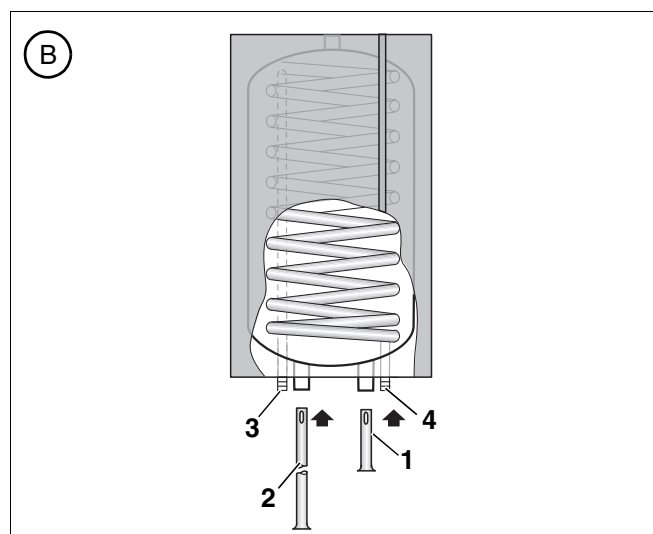

Fig. 8 Monter le tube d'immersion (raccord en bas)
- ▶ Introduire par pression le tube d'immersion long par le bas dans AW (fig. 8, [2]).
- ▶ Introduire par pression de tube d'immersion court par le bas dans EK (fig. 8, [1]).